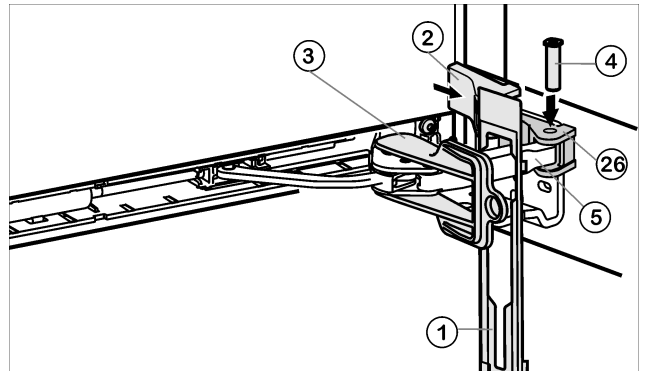

Fig. 13
- ▶ Ripustasuojus Fig. 13 (1) vaimentimen varteen kiinni siten, että lukitsimet osoittavat eteen ja etupuoli laitteeseen päin.
- ▶ Vedä vaimentimen varsi Fig. 13 (5) laakerinosaan Fig. 13 (26) päin ja pistä tappi Fig. 13 (4) ylhäältä käsin paikalleen siten, että nelikulmainen kanta on kuopassaan.
- ▶ Asetakansi Fig. 13 (2) ja lukitse paikalleen.
- ▶ Otavarmistus Fig. 13 (3) irti vääntämällä.
- ▶ Lukitse suojuksen Fig. 13 (1) oveen.